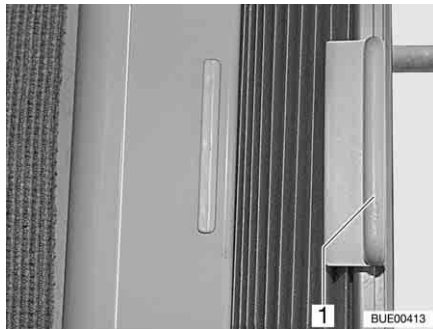

Fig. 35 Dispositif occultant plissé
- Tenir le dispositif occultant plissé par la poignée (Fig. 35,1) et pousser vers la gauche ou la droite.